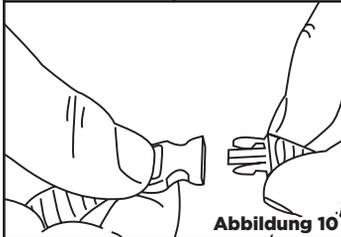

Abbildung 10
- 1 Um den Riemen zu verbinden, halten Sie die beiden Enden des Gurtes fest und bringen Sie sie so zusammen, dass die Gabeln des einen Gurtes zum offenen Teil des anderen Gurtes zeigen. Schieben Sie den Gabel Teil in die Öffnung bis Sie ein leises Klick-Geräusch hören. Dieses Geräusch zeigt Ihnen an, dass Ihr Kinnriemen eingerastet ist. Sobald Sie dieses Klicken hören, ist ihr Kinnriemen einsatzbereit. [Siehe **Abbildung 10**]